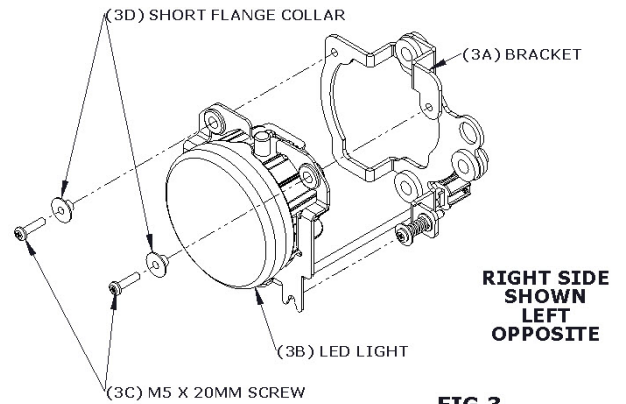

FIG 3
7. INSTALL THE RIGHT BRACKET (3A) ON THE FOG LAMP (3B) AS SHOWN IN FIGURE 3. DO THE SAME FOR THE LEFT SIDE. SEE TO FIGURE 3.